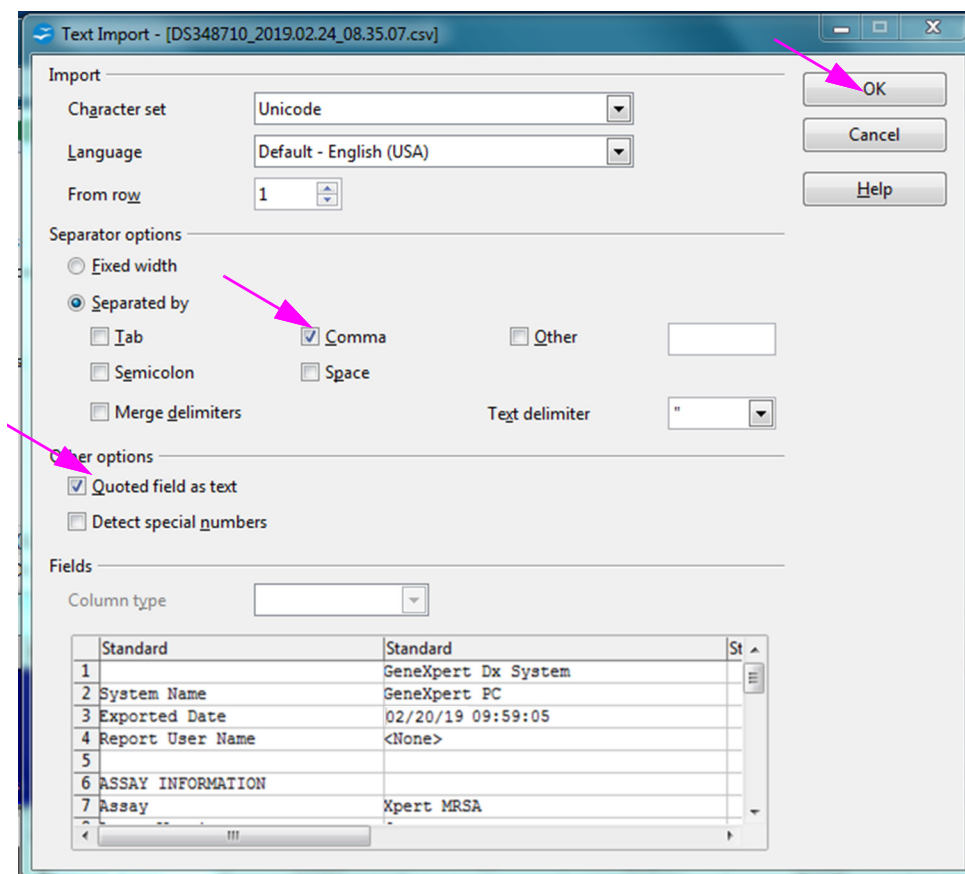

Figura D-4. Schermata Text Import (Importazione testo) con le nuove impostazioni selezionate
- Selezionare la casella di controllo a sinistra dei campi **Comma (Virgola)** e **Quoted field as text (Campo tra virgolette come testo)**. Vedere la Figura D-4.